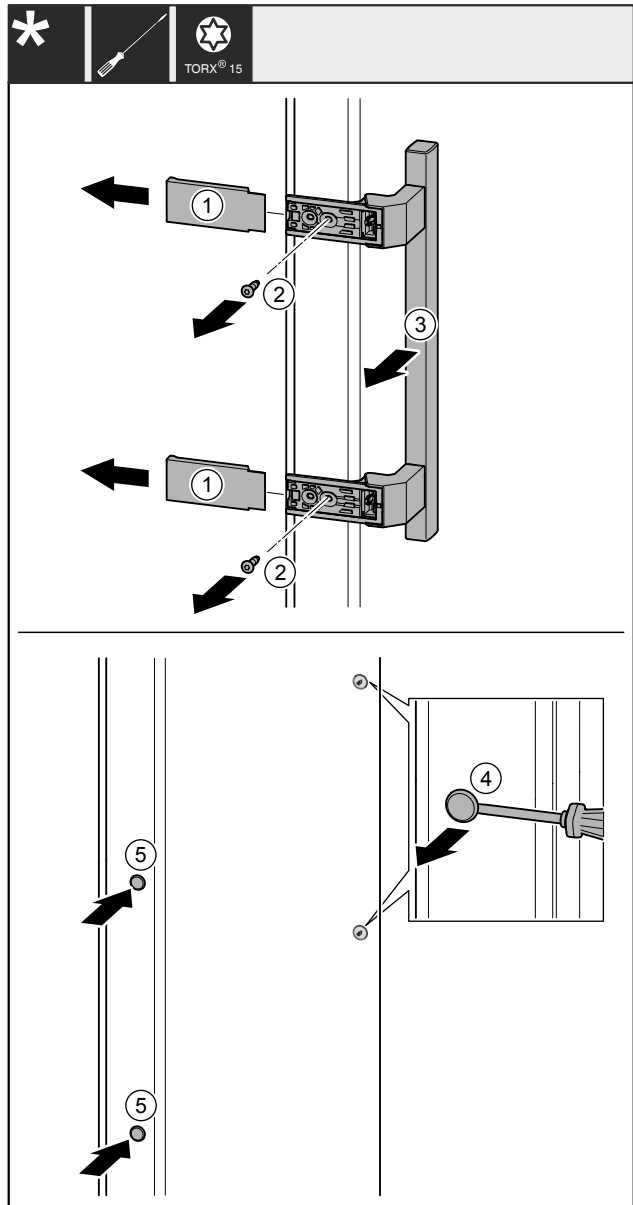

Fig. 40
- ▶ Afdekkingen Fig. 40 (1) wegtrekken.
- ▶ Schroeven Fig. 40 (2) met een schroevendraaier er uit draaien.
- ▶ Greep Fig. 40 (3) wegnemen.
- ▶ Til de zijplug voorzichtig Fig. 40 (4) op met een platte schroevendraaier en trek hem er uit.
- ▶ Plug Fig. 40 (5) aan de andere kant er weer insteken.